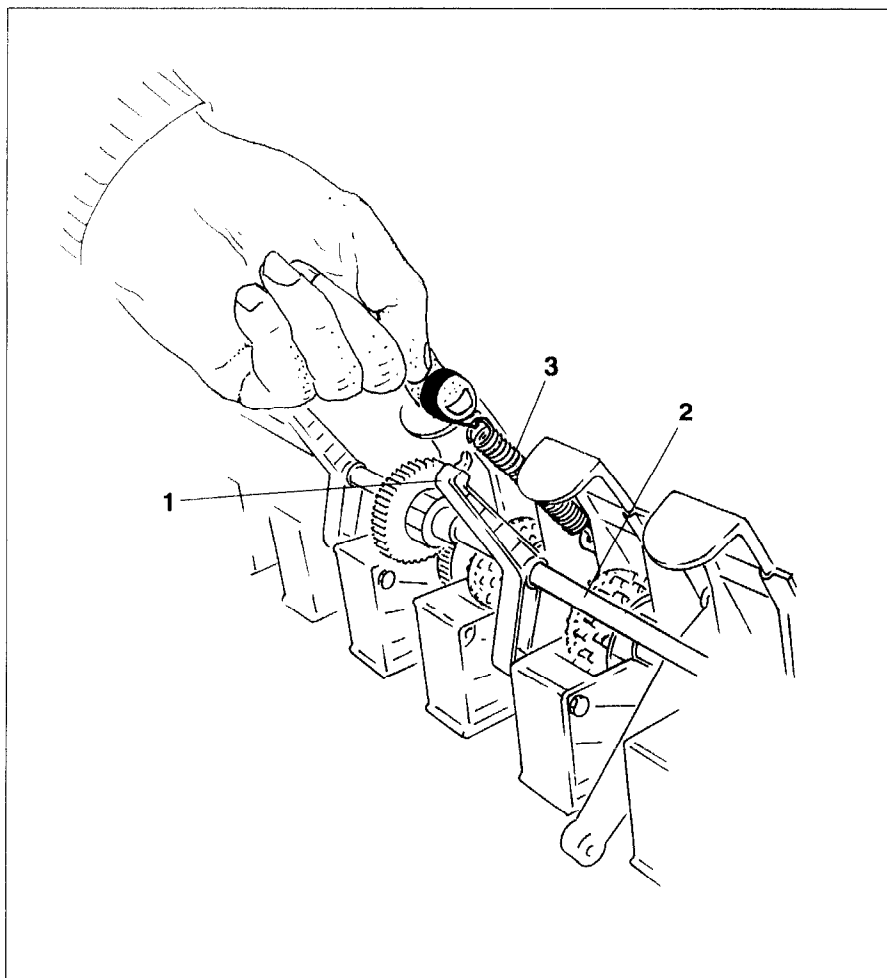
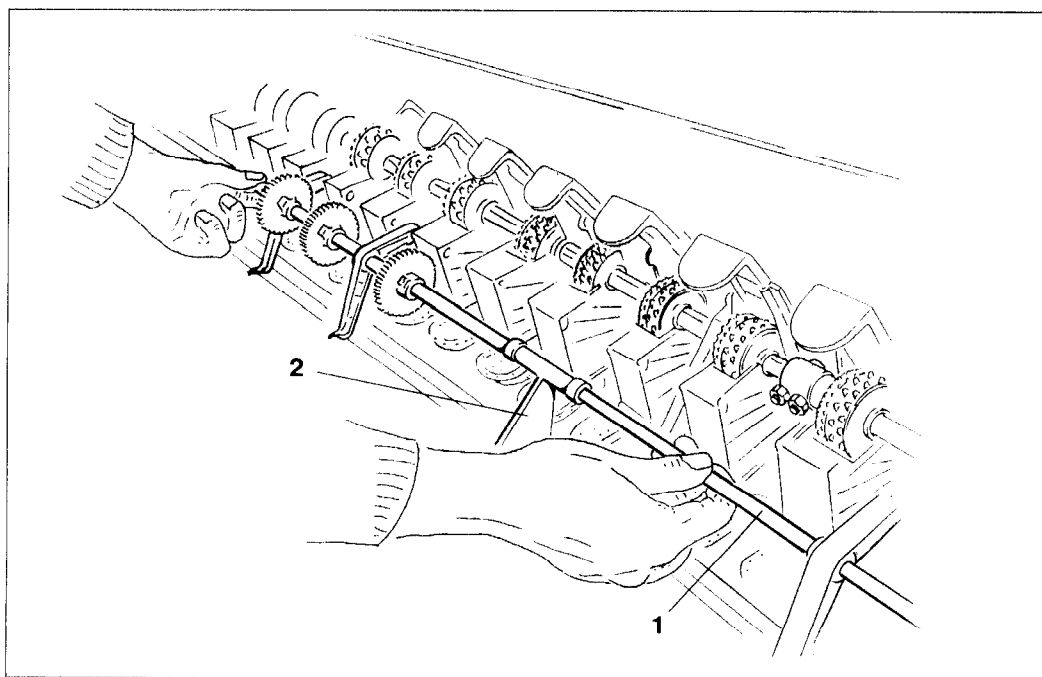

Fig. 7.20
Fig. 7.21
- Les paliers de maintien articulés (fig. 7.20/1) de l'arbre de jalonage (fig. 7.20/2)(s'il y a lieu) sont reliés par un ressort à leur palier.
Retirez les ressorts (fig. 7.20/3) puis basculez vers le bas l'arbre de commande du jalonage (fig. 7.21/1) . Ce faisant, un support (fig. 7.21/2), assurant l'alignement axial de l'arbre de commande du jalonage est retiré de son logement formé par un évidement pratiqué dans un carter de distribution.